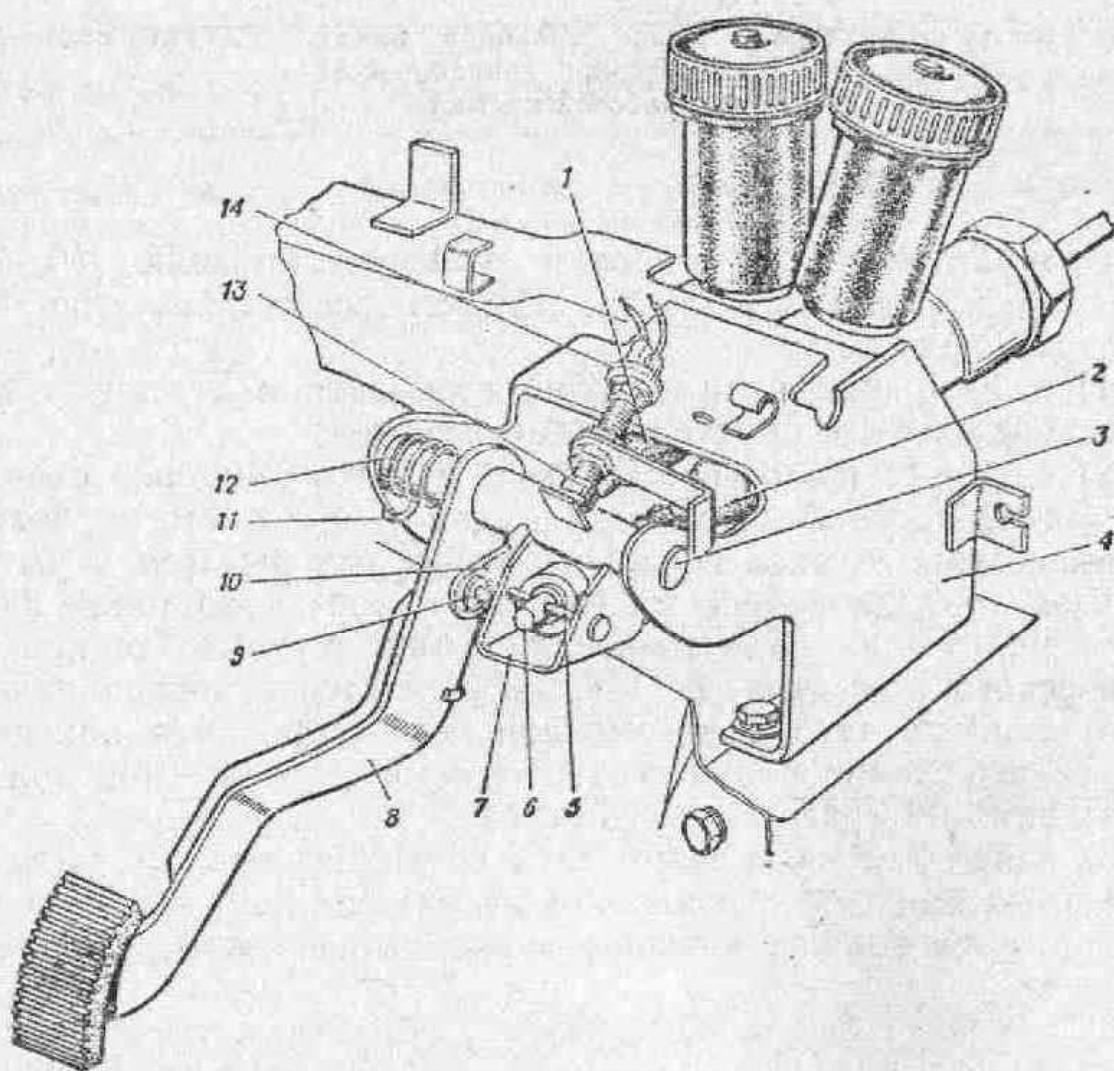

Рис. 81. Рабочий тормоз:
Рабочий тормоз на автомобиле установлен с раздельным гидравлическим приводом на передние и задние колеса от двух главных тормозных цилиндров (рис. 81). Каждый тормозной
3) отсоедините шток 6 (рис. 81) от кронштейна 7 кулисы, вынув палец 5;
3) совместите отверстия кронштейна 7 (рис. 81) и штока 6 кулисы, вставьте в них палец 5, наденьте шайбу и зашплинтуйте;